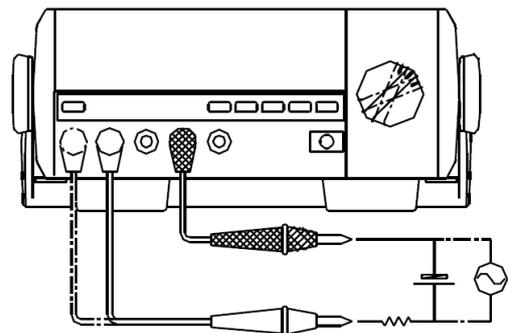

Рисунок 4
B. Измерение постоянного и переменного тока (см. рисунок 4)